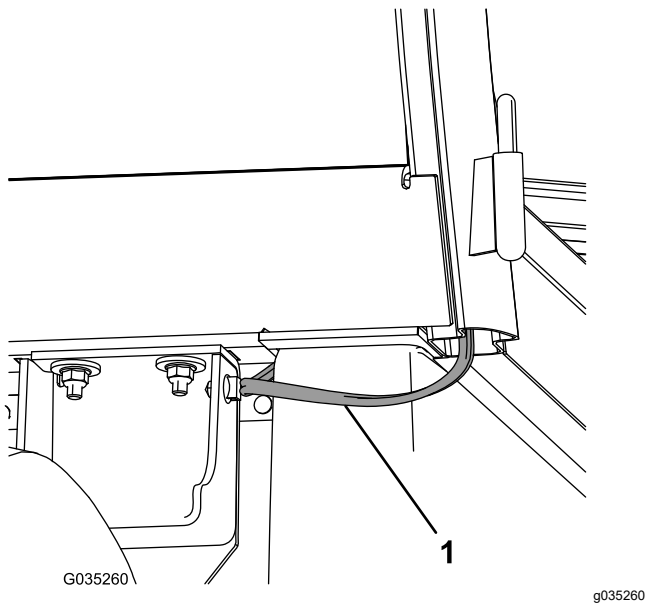

Figura 19
- 4. Enrute el arnés de cables por detrás de la cabina y por debajo del asiento, y sujete el clip del arnés de cables al panel lateral (**Figura 19**).
3. Enrute el arnés de cables por detrás de la cabina y por debajo del asiento, y sujete el clip del arnés de cables al panel lateral (Figura 19).